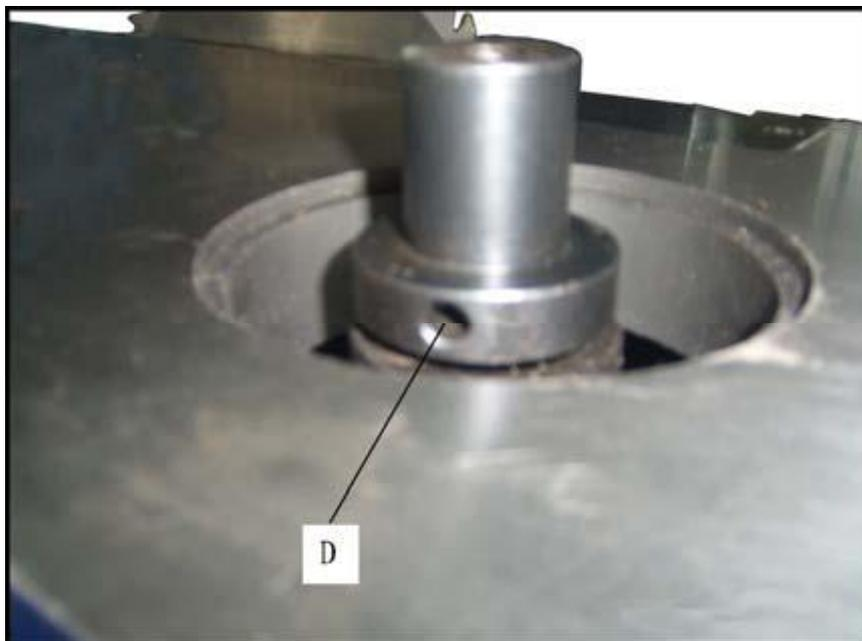
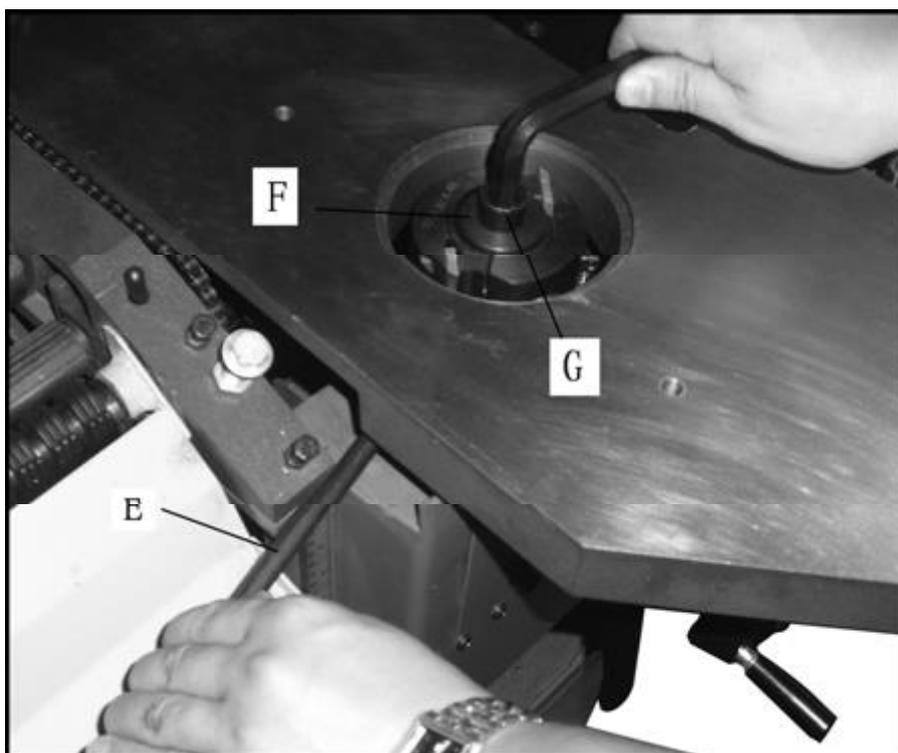

Рис.21.
Рис.22.
3. Вставьте вороток **E** в отверстие **D**(Рис.21) на шпинделе через щель под столом (Рис.22).